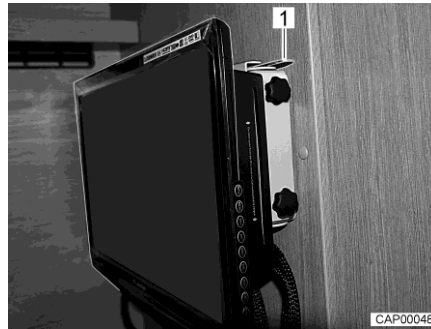
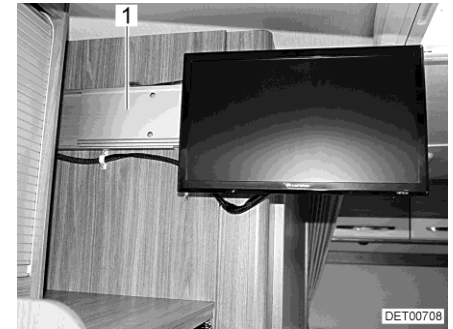

Fig. 79 Pantalla plana en la posición de viaje
Fig. 80 Pantalla plana en la posición de televisión
- Desenganchar el resorte de cierre (Fig. 79,1).
- Introducir la pantalla plana horizontalmente hasta el tope en el soporte (Fig. 80,1). El resorte de cierre (Fig. 79,1) engatillará audiblemente.